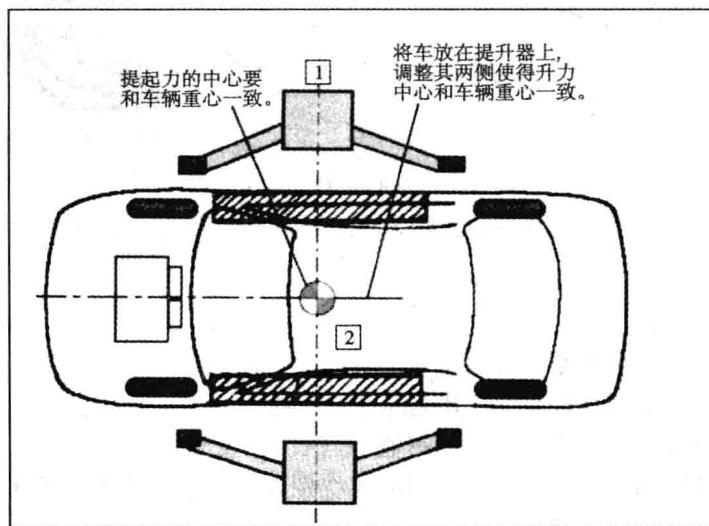

图 1-14
- (1) 把车辆置于举升器中心。
- (2) 把板和臂固定到修理手册所标示的位置上(见图 1-14)。